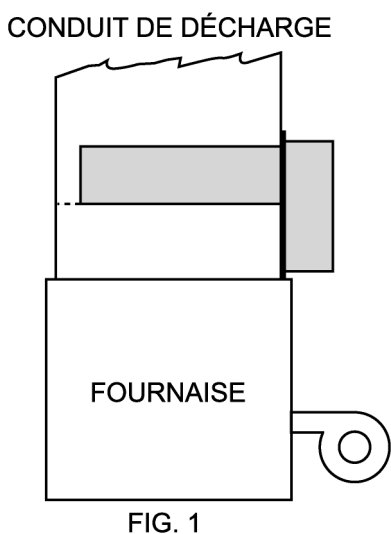

FIG. 1
- 4) La position du serpentin d'adjonction doit être telle qu'indiquée sur le panneau du boîtier des contrôles du serpentin (voir figure 1).